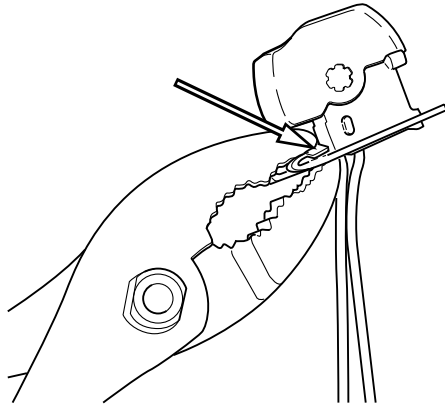

Figura 2. Doblamiento de la lengüeta de bloqueo
7. Vea Figura 2. Sujete el interruptor en la pieza de soporte de montaje, doblando la lengüeta de bloqueo sobre el reborde en la parte delantera del interruptor.